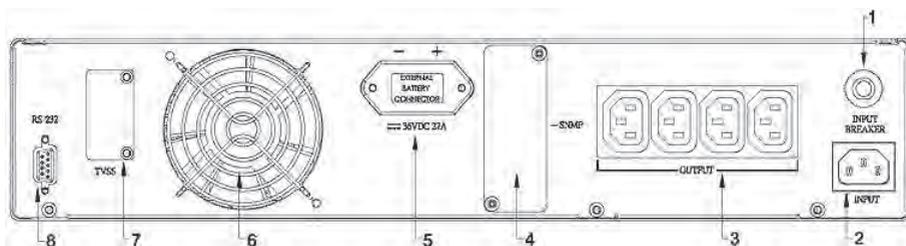

Рис. 2-6.1. Задняя панель ИБП на 1 кВА
На задней панели расположены (см. рис. 2-6.1, 2-6.2):
- ИБП подключается к питающей сети через разъем типа IEC 320 (позиция 2 на рис. 2-6.1, 2-6.2). Для этого соедините соответствующий разъем сетевого шнура питания ИБП с разъем «Input» на задней панели ИБП.